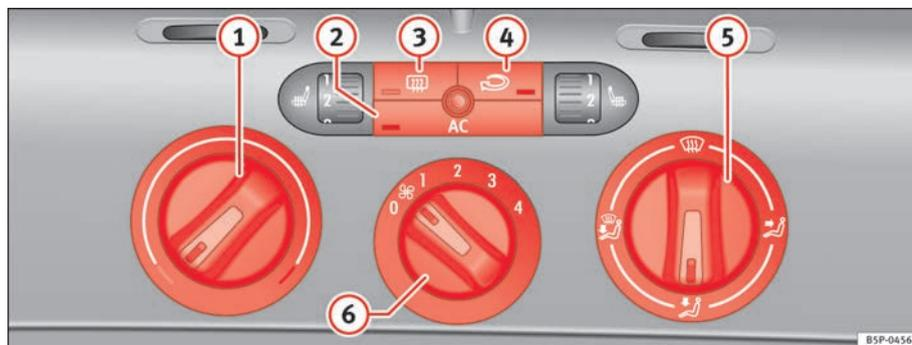

Fig. 129 Sur le tableau de bord : éléments de commande du Climatic
- Tournez le régulateur de température ⇒ fig. 129 ① vers la droite pour sélectionner la puissance calorifique souhaitée.